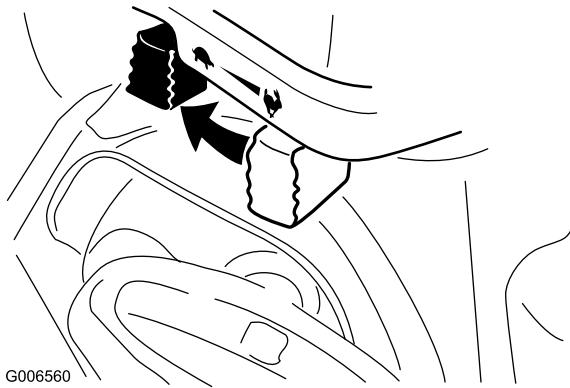

Figure 33
- Déplacez la commande d'accélérateur en position Bas régime, puis en position Arrêt (Figure 33).